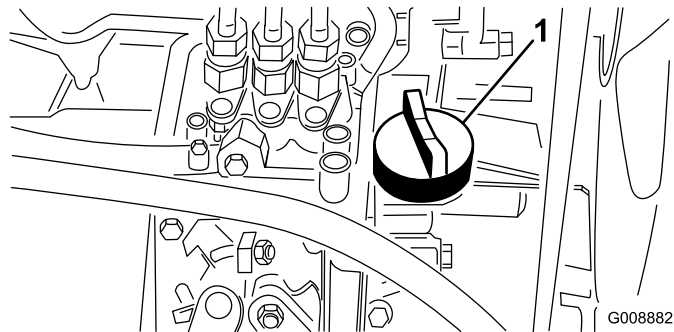

Figura 20
4. Se l'olio è insufficiente, togliete il tappo di rifornimento (Figura 20) ed aggiungete lentamente piccole quantità di olio, controllando spesso il livello, finché non raggiunge il segno di pieno sull'asta.